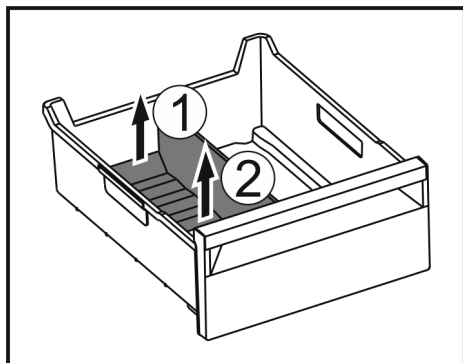

Fig. 170
- Zdvihnute zadnú časť oddel'ovača zásuvky na ľad. Fig. 170 (1)
- Odoberte oddel'ovač zásuvky na ľad nahor. Fig. 170 (2)